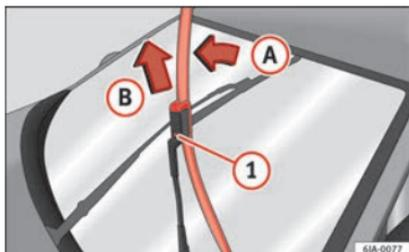

Fig. 69 Las escobillas de los limpiaparabrisas.
- Retire el brazo del limpiaparabrisas desde el cristal moviendo ligeramente la escobilla en el sentido del brazo – flecha A » » » fig. 69.
- Con la otra mano desbloquee el seguro ① y saque la escobilla en el sentido de la flecha B.